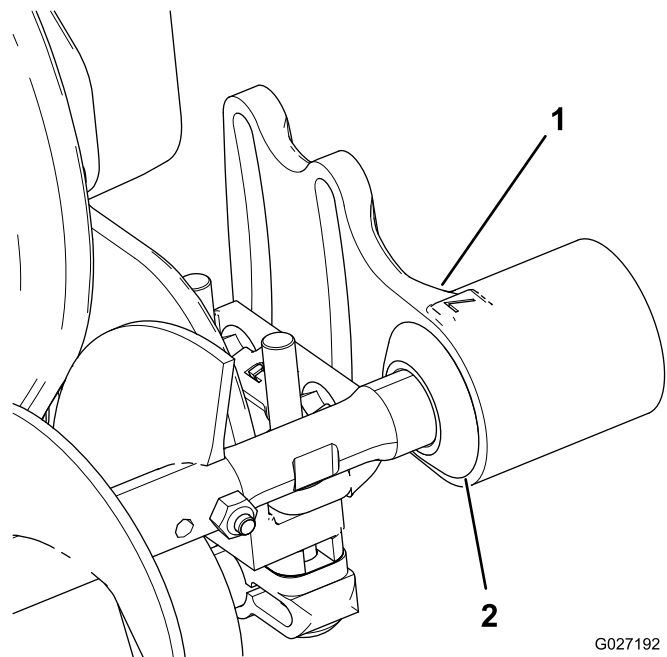

Bild 9
1. Schieben Sie jede Abschlussdichtung nach außen, bis die Lippendichtungen gerade jedes Lagergehäuse berühren (Bild 9).